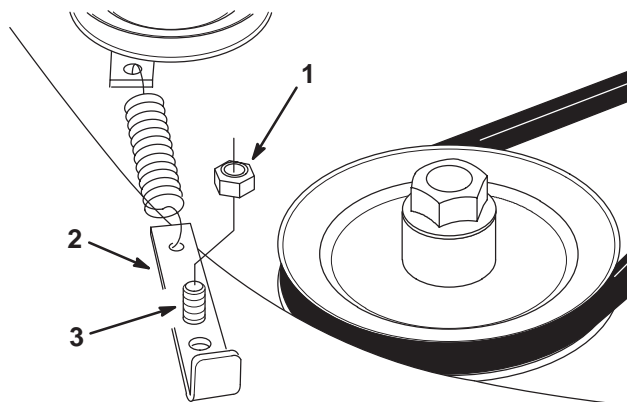

Bild 30
2. Heben Sie den Federanker von der Innensechskantschraube hoch und ab (Bild 30).
3. Montieren Sie den Federanker wieder in dem zutreffenden Loch in der Innensechskantschraube, um die Federspannung auf die Spannscheibe zu erhöhen (Bild 30).
4. Schrauben Sie die Mutter auf die Innensechskantschraube und ziehen sie fest (Bild 30).